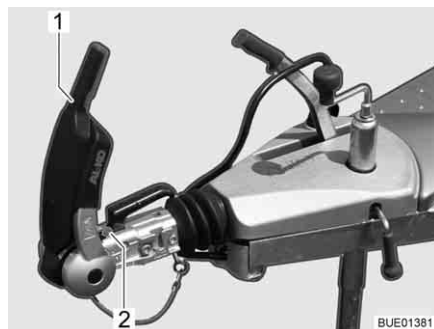

Fig. 203 Indicatore guarnizioni di attrito davanti e dietro
- Aprire la maniglia di stabilizzazione (Fig. 203,1).
Il controllo avviene mediante l'indicatore che si trova davanti alla maniglia del gancio (Fig. 203,2).